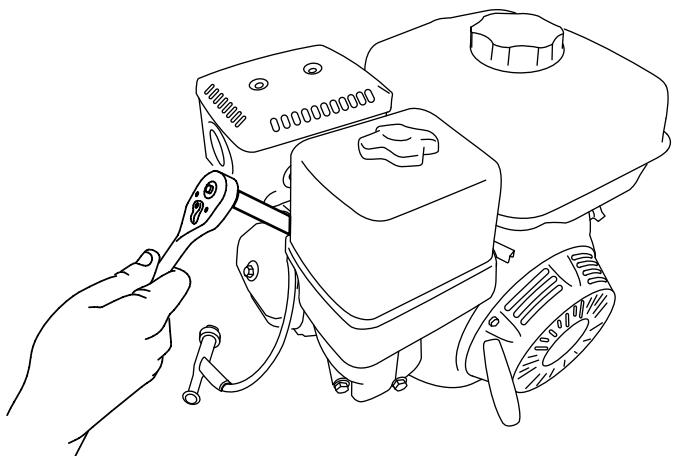

Figure 45
- Avec une clé de 21 mm (13/16 po), tournez la bougie dans le sens antihoraire pour la déposer ainsi que la rondelle d'étanchéité (Figure 45).
2. Avec une clé de 21 mm (13/16 po), tournez la bougie dans le sens horaire jusqu'à ce qu'elle soit en place avec sa rondelle d'étanchéité (Figure 45).